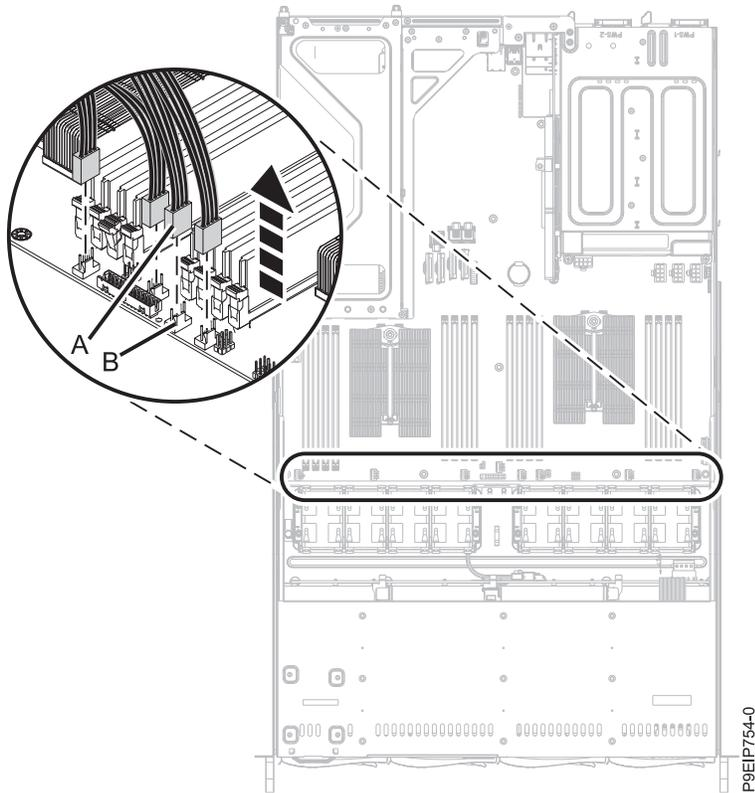

図 15. ファン・ケーブルの切り離し
4. ファン・ケーブルを切り離すには、コネクタ・クリップ **(B)** を解放し、コネクタ **(A)** をシステム・バックプレーンから慎重に引き上げます (21 ページの図 15 を参照)。ワイヤーを引っ張らないでください。ファン・ホルダーを通してケーブルを送ってください。